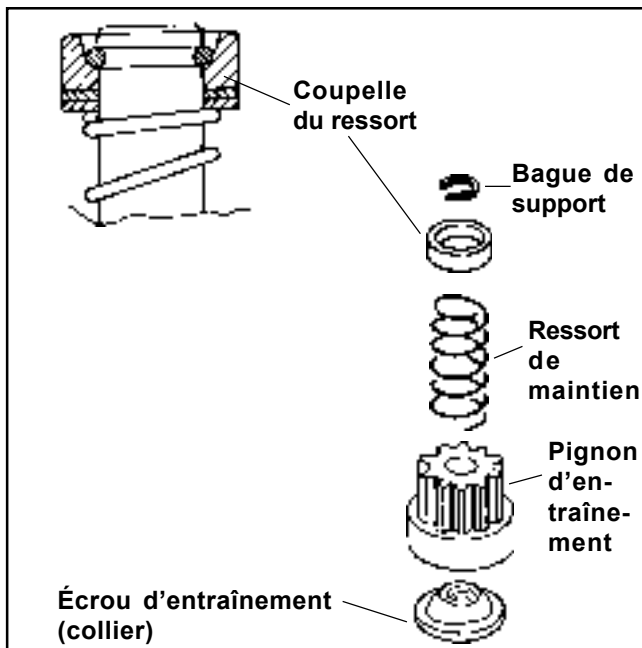

Figure 7-12. Composants d'entraînement.
Tous les **trois ans** ou toutes les **150 heures** de fonctionnement, nettoyer et lubrifier les cannelures de l'arbre d'entraînement du démarreur. Si le pignon d'entraînement est usé, si ses dents sont ébréchées ou cassées, il doit être remplacé. Voir la Figure 7-12.
2. Conformément à la Figure 7-12, saisissez le support du ressort et le poussez vers le démarreur, en comprimant le ressort de maintien et en exposant la bague de maintien.